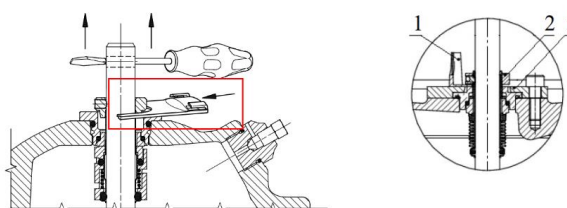

Рисунок 4.2 Регулировочный калибр
1. Открутить винты поз.33 и демонтировать их вместе с кожухами муфты поз.15.2. Зафиксировать положение уплотнения вала, для чего установить на вал регулировочный калибр смотрите Рис. 4.2. Регулировочный калибр (поз. 1) установить между уплотнением вала (поз. 2) и держателем уплотнения (поз. 3).
4. Перед установкой муфты необходимо проверить, чтобы регулировочный калибр оставался между уплотнением вала и держателем уплотнения, смотрите Рис.4.2.